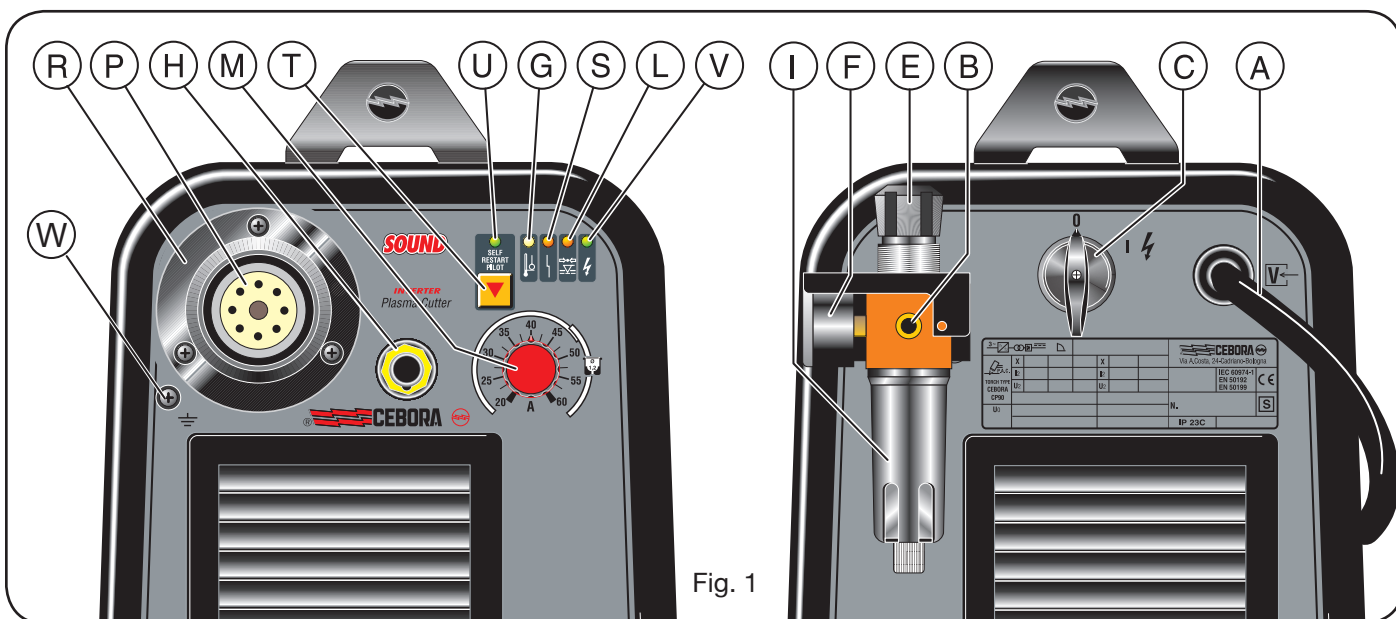

Fig. 1
2.1 MONTAJE ANTORCHA (Fig. 1)
Con el fin de evitar sobrecargas. Está evidenciado por el encendido continuo del Led **G** (vease fig. 1).
Colocado en la alimentación de la antorcha para evitar que la presión del aire sea insuficiente viene evidenciado por el encendido del led **L** (ver fig.1).